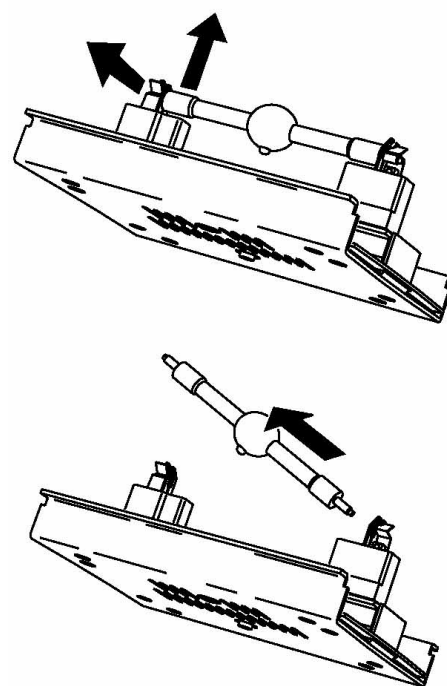

Рисунок 5: Снятие лампы
3. См. Рисунок 5. Отогните прижимную пластину слева и извлеките левый конец лампы. Затем извлеките из патрона другой конец лампы.